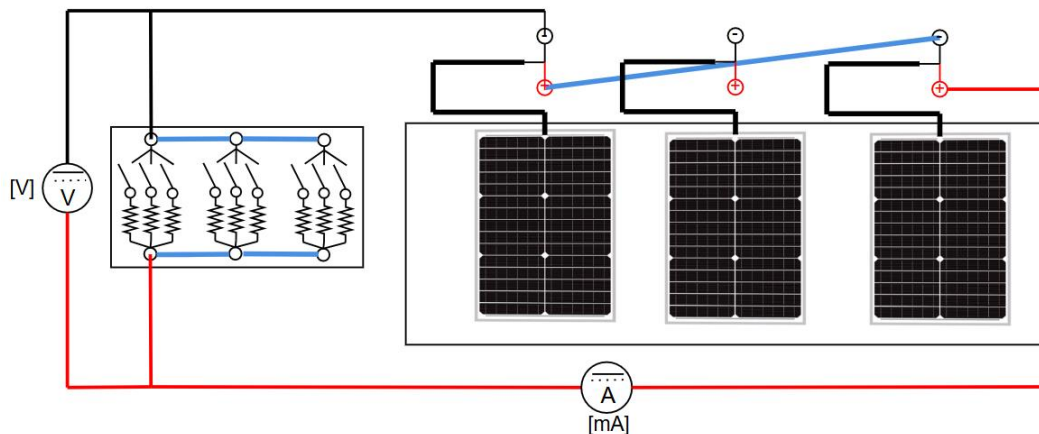

Fig. 64. Conexión en serie de dos paneles solares y una carga resistiva.
9. Agregue al sistema anterior un panel solar conectado en serie, obsérvese la **Fig. 64**.